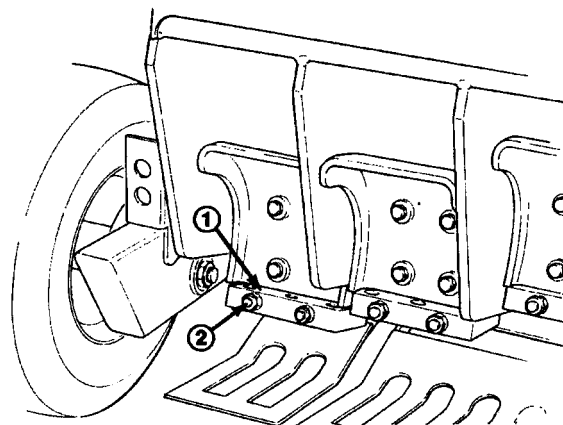

Figure 6
4. Desserrer les 2 écrous six pans de chaque bloc de dent pour pouvoir insérer les dents. Insérer les dents à fond jusqu'à ce qu'elles talonnent contre le flasque du bloc de dent (Fig. 6).